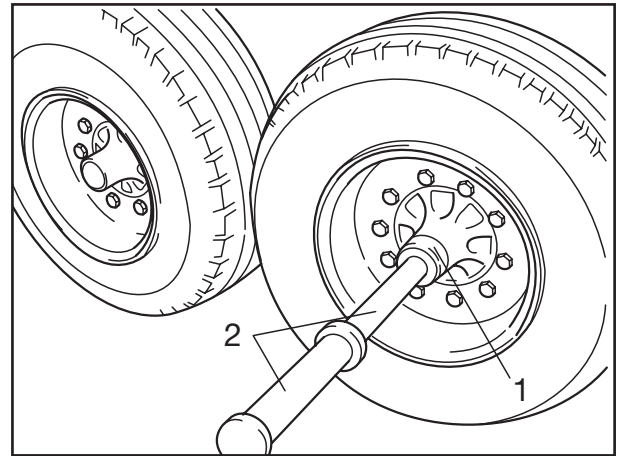

Fig. 1
- [2] Einschraubköpfe (Fig. 1/1) an die Radnaben der Bezugsachse anschrauben, beide Messrohre (Fig. 1/2) einschrauben und Bezugsachse so weit anheben, bis beide Räder frei sind.
[2] Screw threaded adapters (Fig. 1/1) onto the wheel hubs of the reference axle, screw in both aligning tubes (Fig. 1/2) and raise the reference axle far enough until both wheels are clear of the ground.
[2] Visser les têtes filetées (fig. 1/1) sur les moyeux de l'essieu de référence, visser les deux tubes de mesure et relever l'essieu (fig. 1/2) jusqu'à ce que les deux roues puissent tourner librement.